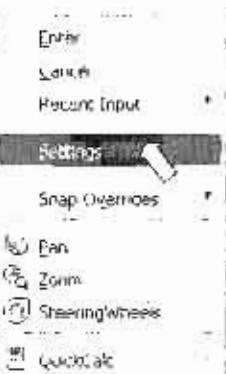

Рис. 11.40
2. Правым щелчком вызовите контекстное меню и выберите опцию **Settings** (Параметры) (рис. 11.40) для вызова диалогового окна (см. рис. 11.36).